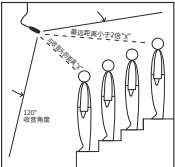

图 1
- 话筒应位于最前声源的前方、最后声源的上方，并“对准”两者之间的中央位置（图 1）。
- 尽量避免从话筒到最后声源的距离长于到最前声源的两倍，以维持前后平衡（图 1）。